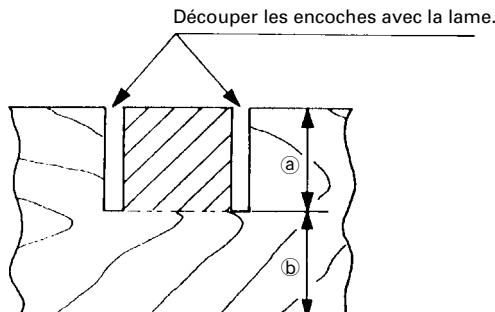

Fig. 37
Les encoches dans les pièces se découpent comme indiqué à la Fig. 37 en réglant le boulon de réglage de la profondeur de 8 mm.
- (1) Desserrer l'écrou à oreilles de 8 mm et tourner le boulon de réglage de la profondeur de 8 mm à la main.
- (2) Régler la profondeur de coupe voulue en réglant la distance entre la lame et la surface du socle (voir ③ à la Fig. 37).
- (3) Quand le réglage est terminé, bien resserrer l'écrou à oreilles de 8 mm.